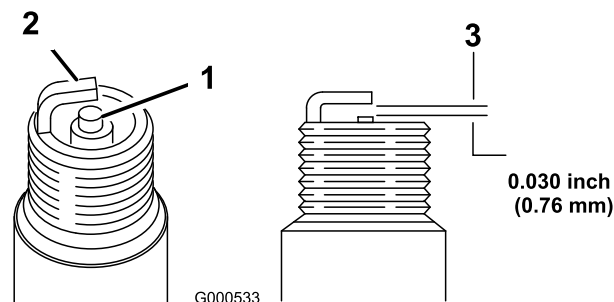

Figura 24
1. Controllate il centro della candela (Figura 24). Se l'isolatore è marrone chiaro o grigio, il
2. Controllate la distanza tra gli elettrodi centrale e laterale (Figura 24). Piegate l'elettrodo laterale se la distanza non è corretta.